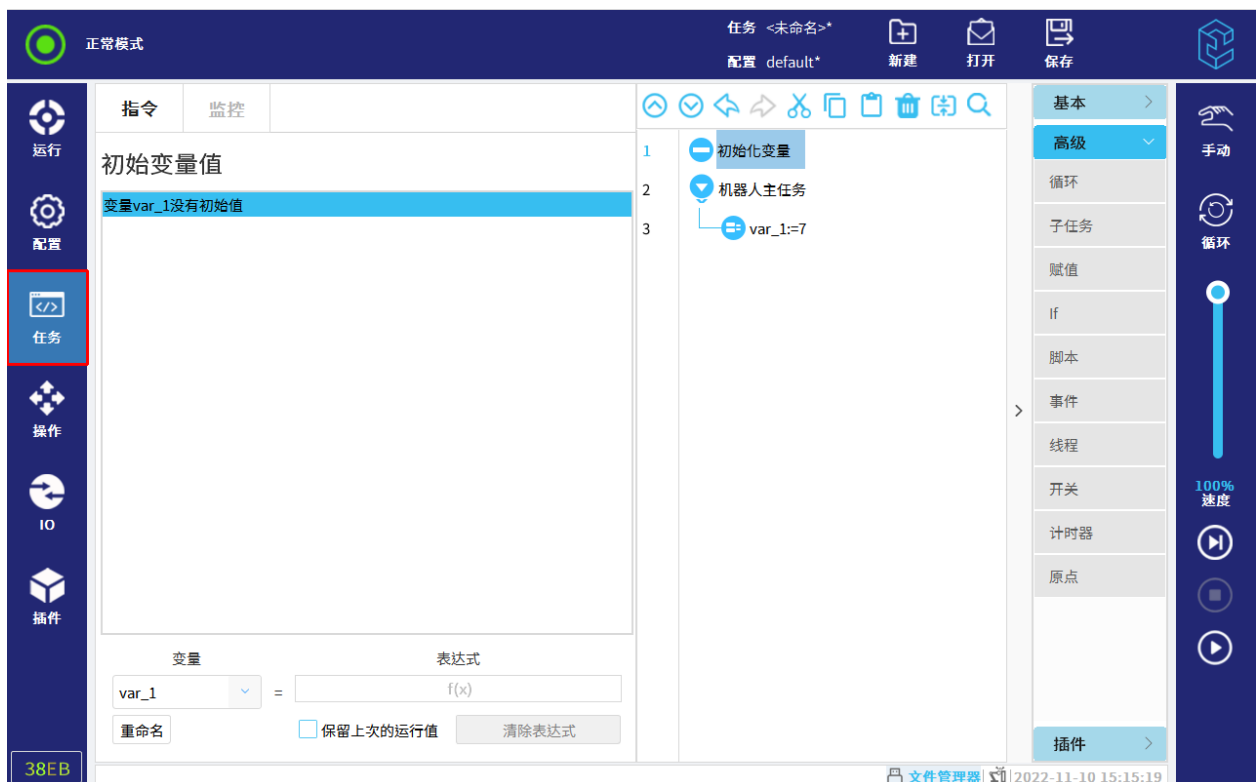

图 12-5 选择初始变量界面
1. 用户可从“变量”下拉列表中选择变量,也可以从初始变量选择器框中选择变量,如图 12-5 所示。